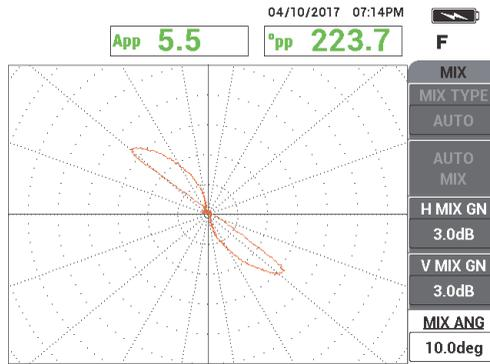

Figura 5-172 Señal proveniente de la perforación transversal de pared después del ajuste angular con la función AUTO MIX
8. Seleccione la función **MIX ANGLE** (ángulo combinado) [tecla de función E]; después, gire la señal combinada (**MIX**) hasta alcanzar una fase de aproximadamente 40° (vea la Figura 5-172 en la página 271).